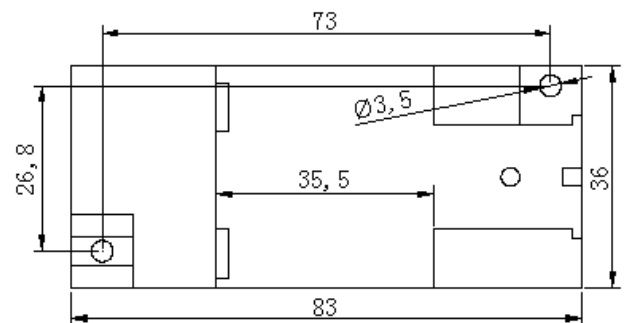

图 3、BS3 外形安装尺寸图
产品采用 DIN35 导轨式安装或螺钉固定安装, 其安装尺寸如图 3 所示(单位 mm)。
- ① 按图 3 所示的尺寸在固定板上打直径为 3mm 孔;
- ② 使用  $\Phi 3$  的螺钉插入孔中固定。